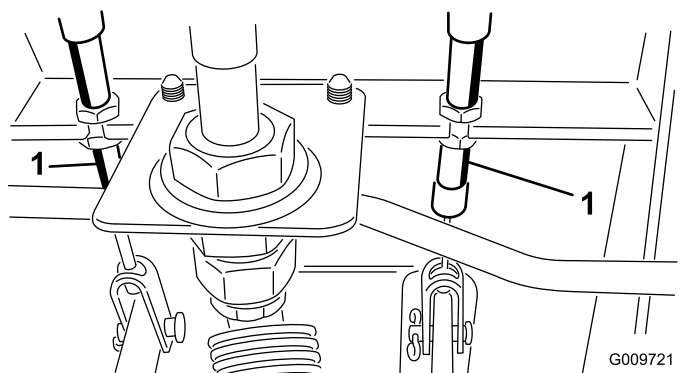

図 99
- A. ブレーキケーブル 図 99 の端にある前ナットをゆるめる。